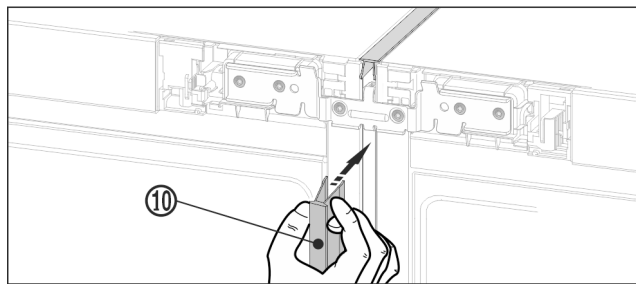

Fig. 22
- ▶ Na přední straně zatlačte dlouhou krycí lištu Fig. 22 (10) do svislé spáry. Dbejte na to, aby lišta stála na spojovacím plechu.